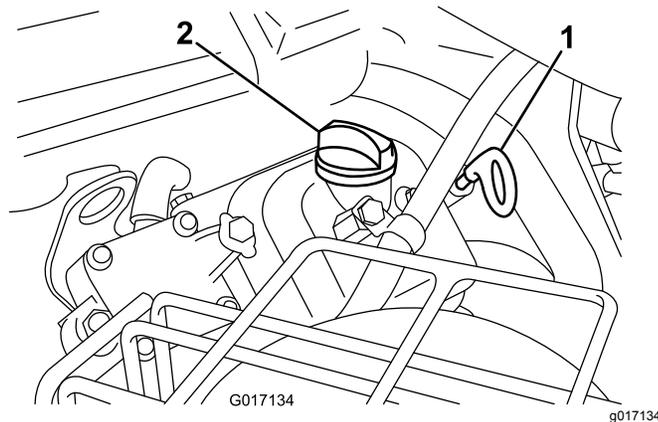

図 20
2. ディップスティックを抜き出しウェスで一度きれいに拭く。ディップスティックを、チューブの根元までもう一度しっかりと差し込む 図 20。